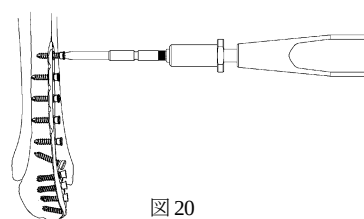

図20
- 1) ヘクスローブ15 パワーピンドライバーの後端にグリップハンドルS (25) を接続し、遠位部及び骨幹部のロックングスクリューを抜去します。3.5 コーティカルスクリューは六角2.5 ドライバーで抜去します。(図20) 抜去時に生じるプレートの回旋を防ぐため、抜去時は、すべてのスクリューを完全に抜去する前に一度緩めた状態にし、順次スクリューを抜去します。